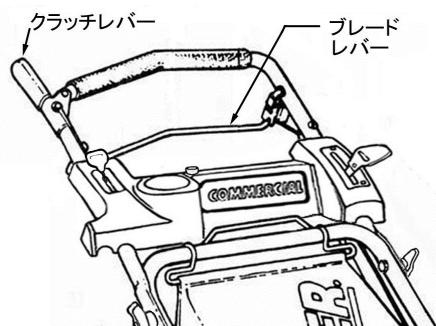

図 4-1
2. ブレードレバーおよびクラッチレバーが自由に動きますか。 (図 4-1)